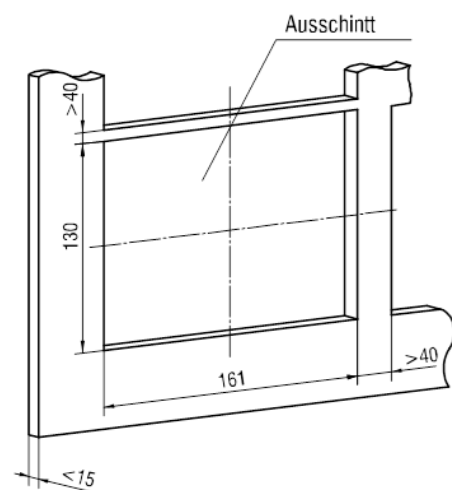

Abb. 2 Montageausschnitt
- Bereiten Sie den Einbauausschnitt gemäß Abb. 2